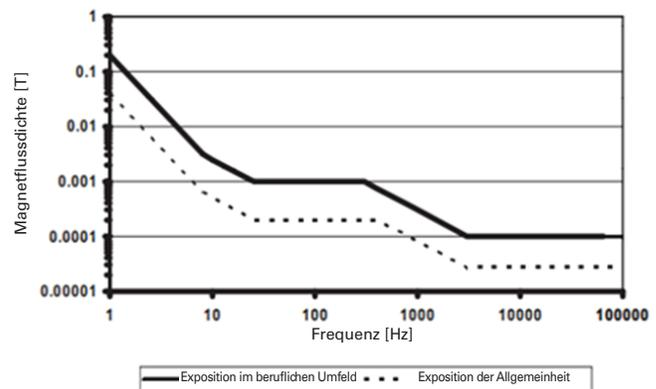

Abbildung 1: Referenzwerte für die Exposition gegenüber zeitlich variierenden Magnetfeldern.
- Gemäß **Abbildung 1** aus der ICNIRP-Richtlinie, beträgt die Magnetflussdichte bei 100 kHz (Magnetfeldfrequenz des Wireless-Ladegeräts), ab der die Sicherheit von Menschen gewährleistet werden kann, $27\text{ }\mu\text{T}$ für die Allgemeinheit und $100\text{ }\mu\text{T}$ für die Exposition am Arbeitsplatz. Wir beziehen uns auf $100\text{ }\mu\text{T}$ als Referenzwert für die Exposition am Arbeitsplatz.